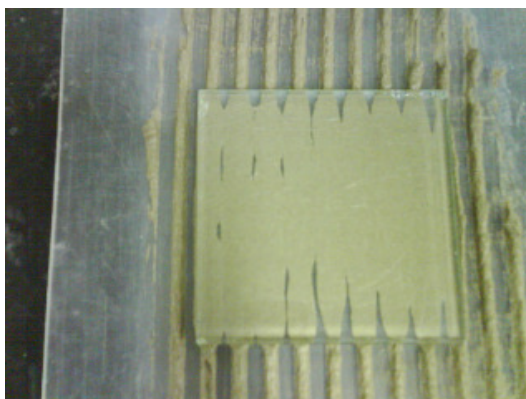

Figura 3 – Esmagamento dos cordões de argamassa colante
4.4.4 Após o 10º minuto colocar sobre a argamassa desempenada a placa de vidro (5 mm de espessura) de 10x10 cm de modo que as bordas do vidro se posicionem sobre os cordões da argamassa, conforme figura 3. Imediatamente coloque sobre o vidro um peso padrão de 2,0 kg durante 30 segundos.